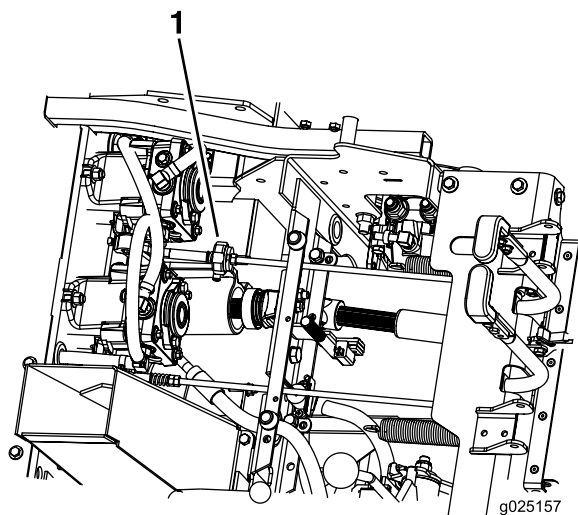

Figure 48
7. Vérifiez que la machine ne se déplace pas au point mort quand le frein de stationnement est desserré (Figure 48).